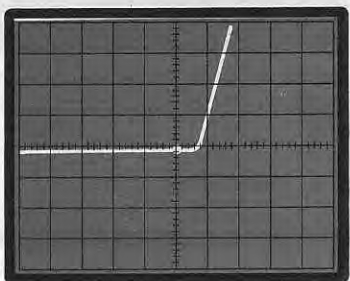

Fig.5 Se invece vi appare una traccia che ripiega verso l'alto, significa che sull'ingresso del tracciacurve sono invertiti i due terminali Base - Collettore.
Per risolvere questo problema, abbiamo infilato nella spina jack uno spezzone di tubetto plastico al silicone (vedi fig.5), in modo tale da avere una identica superficie degli elettrodi, indipendentemente dalla lunghezza che verrà immersa nell'acqua.
Fig. 5 Come spiegato nell'articolo, la sonda potrà essere realizzata utilizzando due terminali (vedi fig.4), oppure una presa jack isolando, con un tubetto di plastica, una porzione del metallo esterno.
b) Se invece appare la stessa traccia, ma rovesciata, come vedesi in fig.5, avremo invertito i due terminali BASE - COLLETTORE.